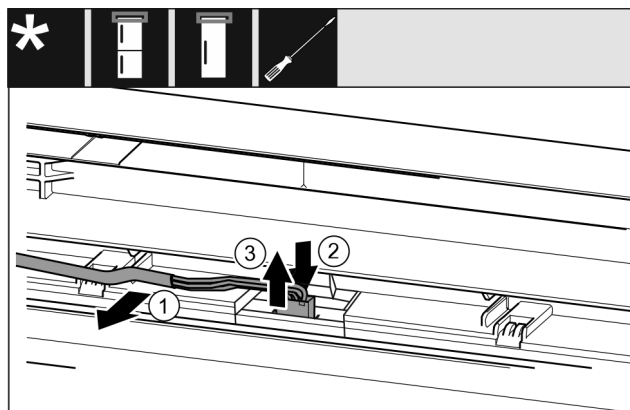

Fig. 11 Réfrigérateurs-congérateurs / congérateurs / réfrigérateurs
- Désolidariser avec précaution le câble Fig. 11 (1) du guide dans la porte.
- Pousser la languette Fig. 11 (2) derrière le connecteur vers l'arrière.
- Retirer avec précaution le connecteur Fig. 11 (3) par le haut.